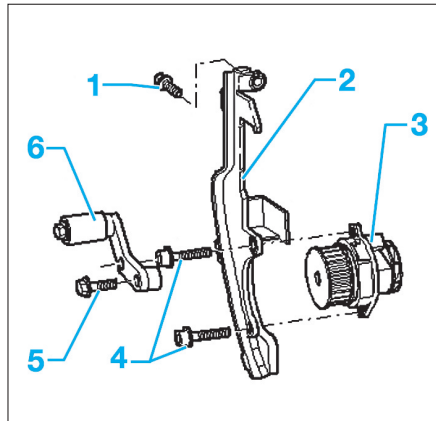

Fig. 21
- Déposer le galet-inverseur (6); à cet effet, dévisser la vis (5) du galet-inverseur (Fig.21).